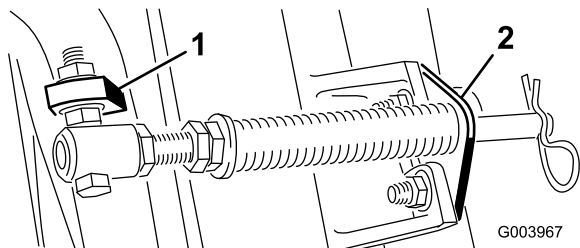

Figura 5
**Nota:** Posicione a cabeça do parafuso para o lado exterior do separador como se mostra na Figura 5.
- Monte o suporte da barra nos separadores da unidade de corte com os parafusos de carroçaria e as porcas (Figura 5).